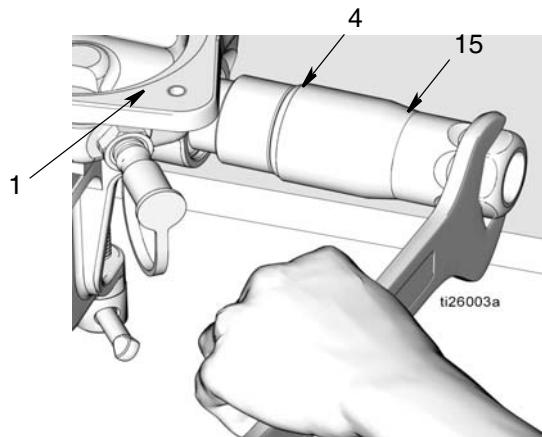

图 22
e. 根据正确处置的所有相关规定，丢弃 O 形圈 (7, 41) 和螺母 (5)
16. 从泵底座 (1) 上拧下出口止回阀 (15) (图 22)。从出口止回阀上拆下 O 形圈 (4)。根据正确处置的所有相关规定，处置 O 形圈。